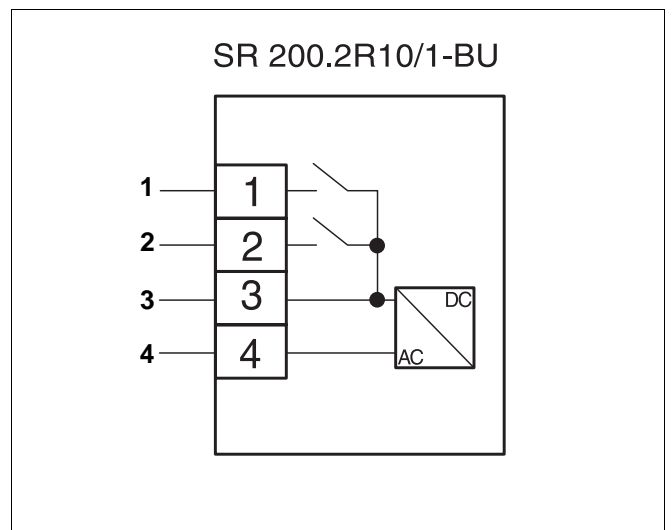

Abb. 5 Schaltplan Regelgerät BERT
- Anschlussleitung gemäß dem Schaltplan installieren (Abb. 5).